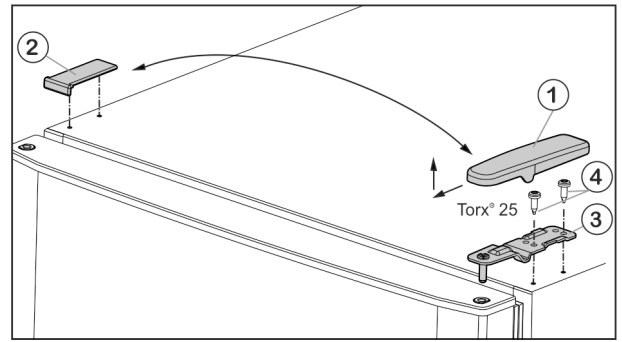

Fig. 5
- ▶ Előre és felfele húzza le a fedelet Fig. 5 (1).
- ▶ Emelje le a fedelet Fig. 5 (2).
- ▶ Csavarozza le az Fig. 5 (3) felső csapágybakját (2 x Torx® 25, Fig. 5 (4)), és felfele húzza le.
- ▶ A felső csapágybakot Fig. 5 (3) helyezze a csuklópánt új oldalán az ajtóba.
- ▶ A felső csapágybakot **erősen (4 Nm-es nyomatékkal)** csavarozza fel – (2 db Torx® 25) Fig. 5 (4). Adott esetben használjon akkus csavarhúzót.
- ▶ A fedelet Fig. 5 (1) kívülről helyezze fel az ellenkező oldalra és pattintsa be.
- ▶ A fedelet Fig. 5 (2) mindig felülről helyezze fel az ellenkező oldalra és pattintsa be.